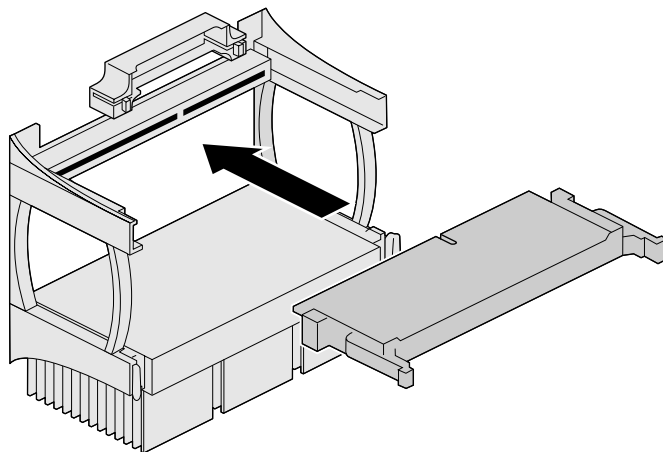

図 6-11 プロセッサターミネータの取り付け
9. 一番上のスロットからプロセッサを取り外して、再び取り付けない場合は、プロセッサターミネータカードを取り付けます（図 6-11）。